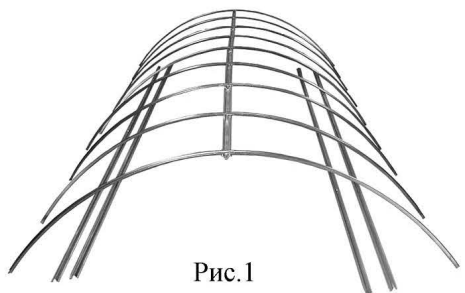

Рис.1
2. Выполняйте сборку в соответствии с фотографиями этапов сборки и узлов, представленными на **рис.1...8**. Для исключения возможных остаточных деформаций на промежуточных этапах сборки рекомендуется использовать подставки (например стулья) для наращивания деталей дуг.